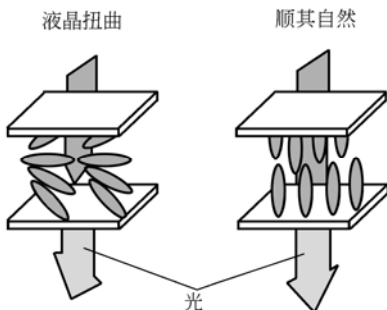

图 5-6 液晶的旋光性质
3) 旋光性质：液晶的旋光性质如图 5-6 所示。若上、下玻璃基板取向膜沟槽相差某一角度，则在玻璃基板中同一平面上的液晶分子取向虽然一致，但相邻平面液晶分子的取向逐渐旋转扭曲。当可见光波长远小于液晶分子在玻璃基板间的旋转扭曲螺距时，则光矢量会同样